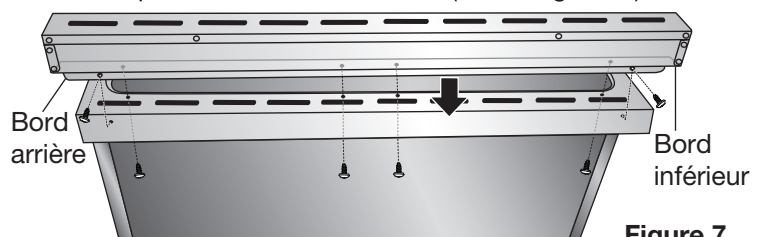

Figure 7
- 6** (Étape facultative) Aligner les trous du dossier avec les trous du bord arrière de la table de cuisson, qui dépasse de l'arrière du four. (Voir la figure 7.)